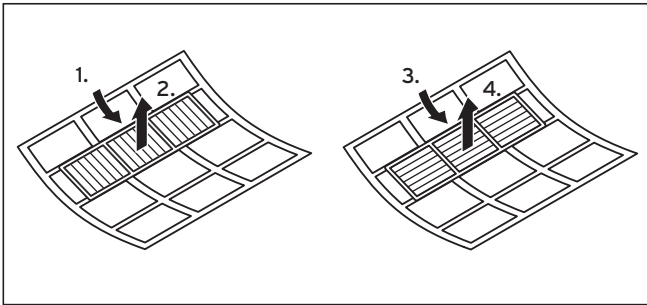

Abb. 5.3: Aktivkohlefilter und Pollenfilter entnehmen
- Entnehmen Sie wie in unten Abb. 5.3 gezeigt den Aktivkohlefilter und den Pollenfilter.